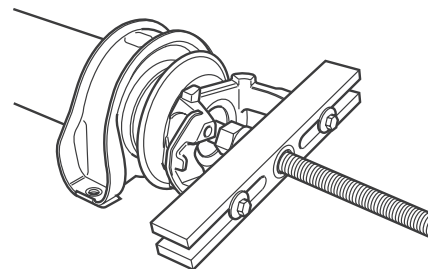

Figura 9.8
5. Coloque la línea de transmisión en una mesa de trabajo. Use un extractor para retirar el yugo final del rodamiento central. No use un martillo. Siga las instrucciones del fabricante de la herramienta de extracción. Figura 9.8.